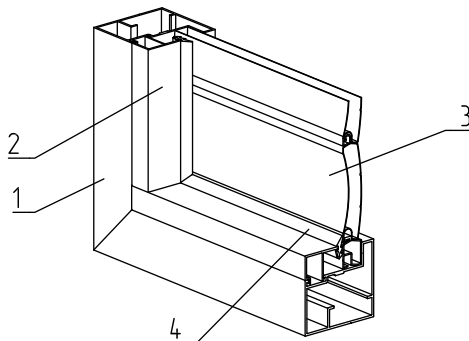

Рис. 19. Установка штапика FLGU.400.0302, FLGU.400.0304 с уплотнителем FRK39:
1. По контуру заполнения установить штапики **2** совместно с уплотнителем **4** (рис. 19).